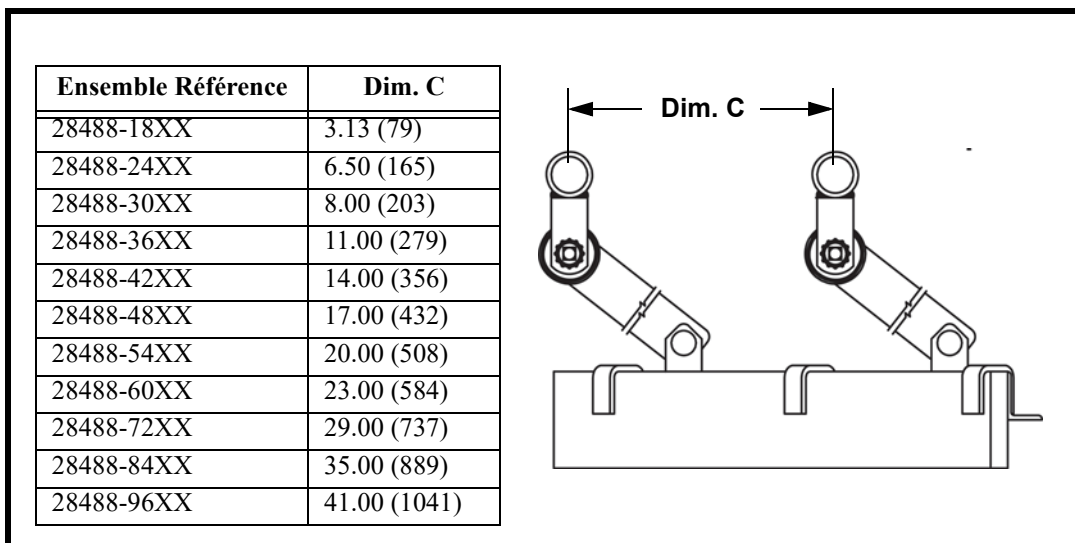

Figure 3. Distance entre les barres de suspension
3. Après avoir déterminé la distance de l'emplacement des barres de suspension, mesurer la distance entre les barres de suspension comme indiqué sur la grille de la figure 3. Marquer l'emplacement des barres de suspension sur les rails de châssis.
- a. Si les rails de châssis sont trop bas pour placer correctement les barres de suspension, visser ou souder quatre plaques en acier (F) épaisses de 1/2 in. (13-mm) sur le dessus des rails de châssis.
- b. Si les rails de châssis sont assez hauts pour placer correctement les barres de suspension, fixer les plaques de montage (G) pour les barres de suspension directement sur les rails de châssis.